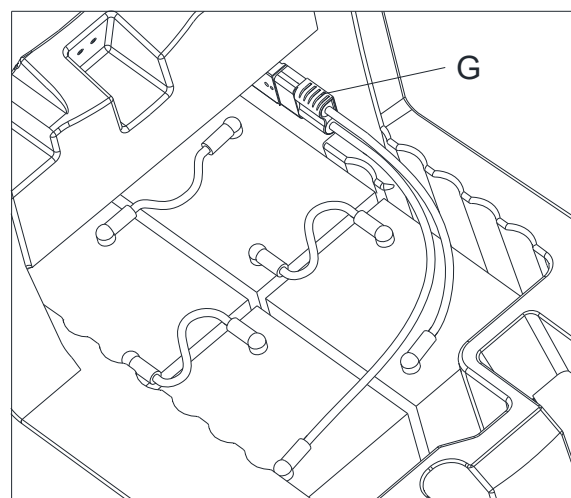

Figura 10
2. Deconectați conectorul bateriei (G, Figura 10).